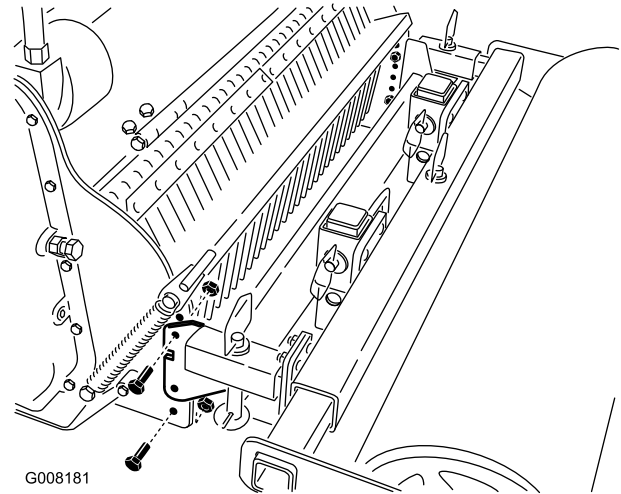

Bild 6
2. Entfernen Sie die Schrauben, mit denen die Arme des Bodenaufbereiters befestigt sind (Bild 6).
3. Bewegen Sie die Arme auf die Löcher, die der gewünschten Tiefe entsprechen (Bild 6).